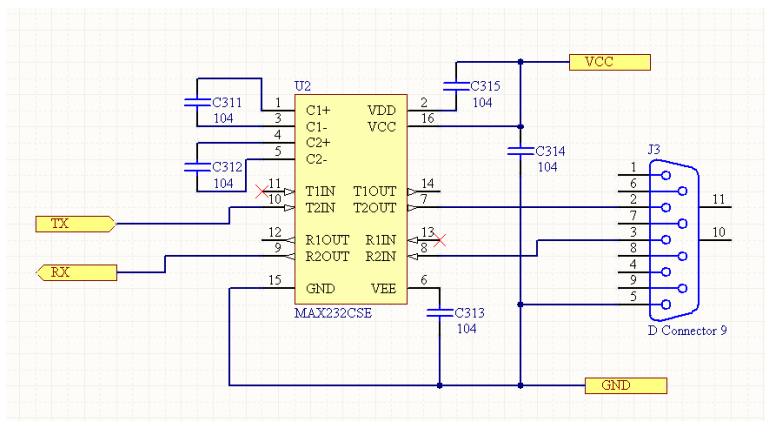

图 4.18 “PIC_232”子图电路
(30) 在“PIC_232.schdoc”原理图文件中布置如图 4.18 所示的“PIC_232”子图电路。